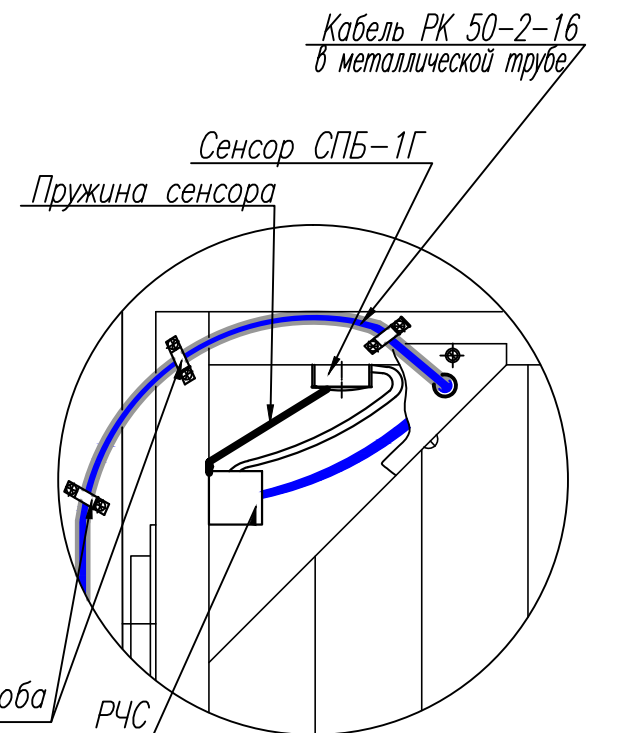

Рис. 3. Узел крепления сенсора СПБ-1Г.
6. Узел крепления сенсора СПВ-1Г и РЧС на калитку и перегородку производства ЗАО "НПП "СКИЗЭЛ" см. л. 39 рис. 3.